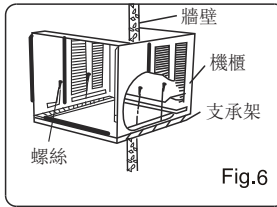

Fig.6
2. 在開機運行前，請移除保護壓縮機運輸底盤，在推進機器進入框架前，請確認接水盤是否已經安裝完畢。(見 Fig.6).